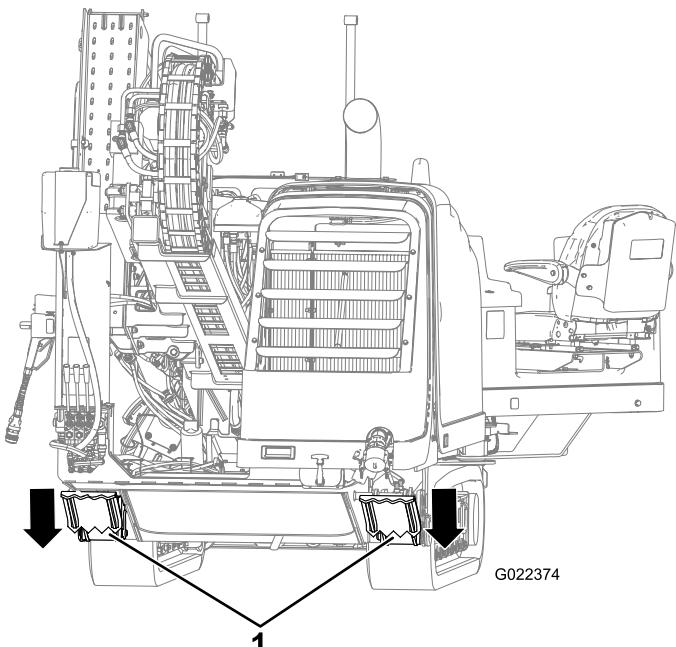

Figura 81
10. Desça os estabilizadores traseiros até se assentarem no solo, ou até obter o ângulo de entrada desejado (Figura 81).